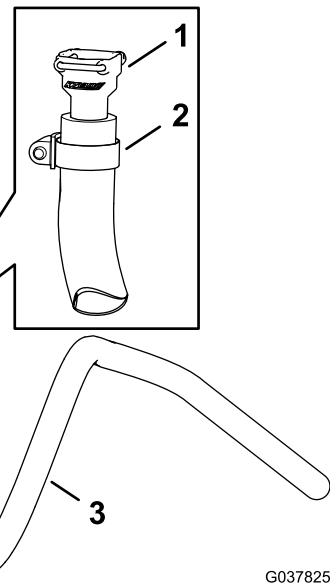

図 95
1. ステップ3 オプションのスプレーガンキットや電動ホースリールキットに停止バルブを取り付ける (ページ 41) で外したバーブ付きストレートフィッティング $\frac{3}{4}$ インチを、ホース1.3 x 180cmに取り付けるホースクランプ1332mmを使用して 図 95のように取り付ける。